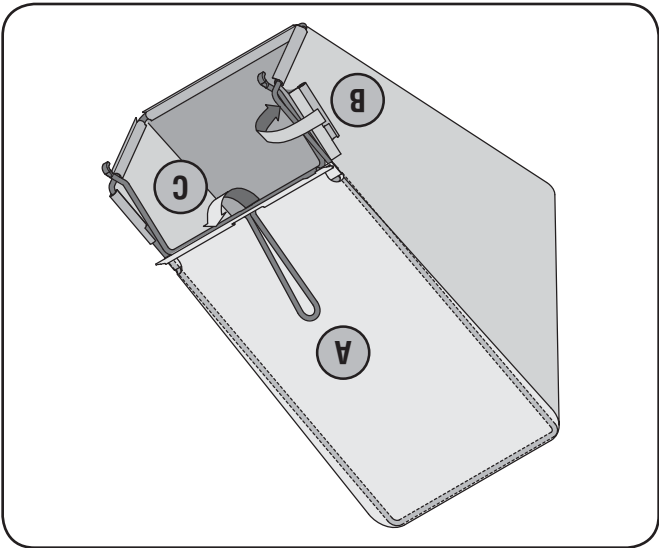

Figure 3-4
- b. Attachez le sac sur l'armature en accrochant les glissières sur l'armature, comme à la Fig. 3-4. Toutes les glissières en plastique, à l'exception des glissières du sac.